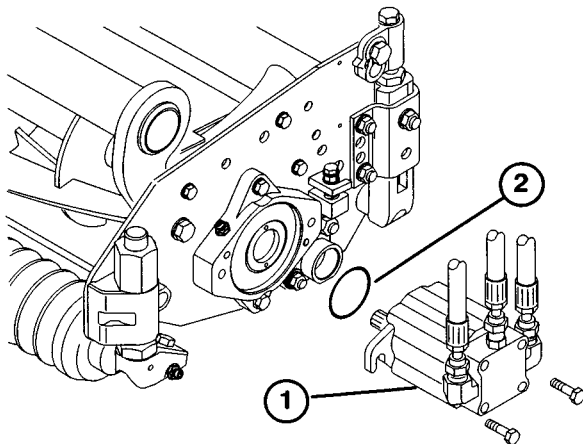

図 10
14. ステアリングロックピンの下にスプリングを掛けて終了 (図 10)。